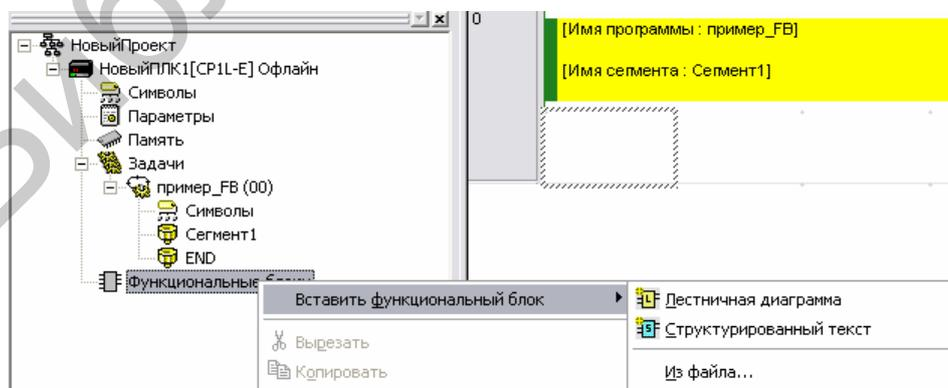

Рисунок 4.1 – Порядок вызова нового функционального блока
4. Для создания нового ФВ выбрать «Вставить функциональный блок» → «Лестничная диаграмма» (рисунок 4.1).